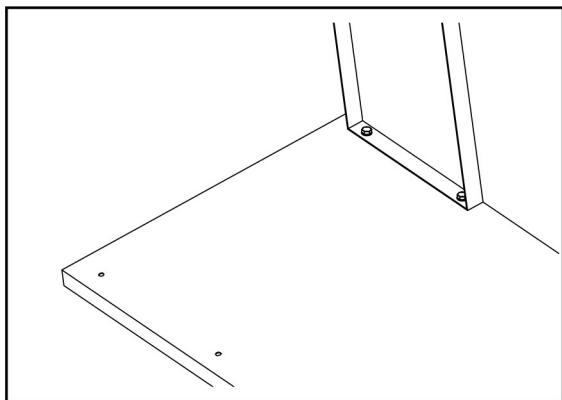
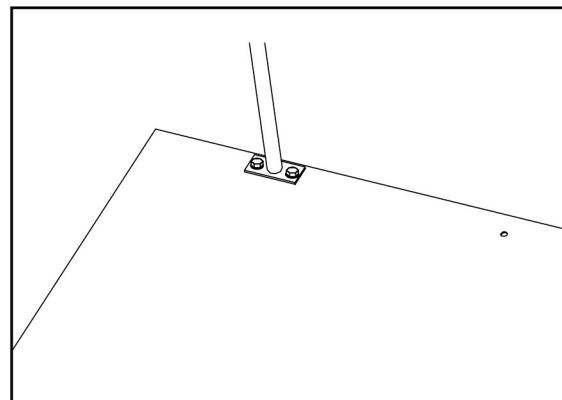

Abb.3-1
Abb.3-2
2. Befestigen Sie die beiden seitlichen Trägerplatten und die beiden Sammelbeutelstäbe mit den entsprechenden Schrauben, Muttern und Unterlegscheiben an der Sockelplatte.(Abb.3-1, Abb.3-2)